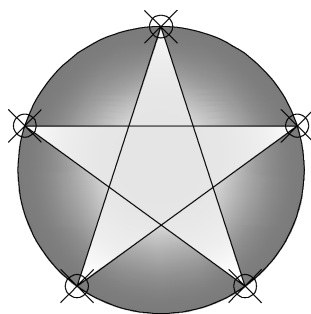

图 3-72 填充五角星
5) 在功能区单击“默认”选项卡→“绘图”面板→“图案填充”按钮，为“五角星”设置填充效果。五角星区域指定渐变色填充，颜色 1 为白色，颜色 2 为黄色，渐变色填充方式为“球形”；其他区域指定渐变色填充，颜色为 1 为红色，颜色 2 为白色，渐变色填充方式为“球形”。完成图案填充后，结果如图 3-72 所示。最后将文件保存至“D:\AutoCAD 2014 第 3 章实训”文件夹中，文件名为“五角星”。